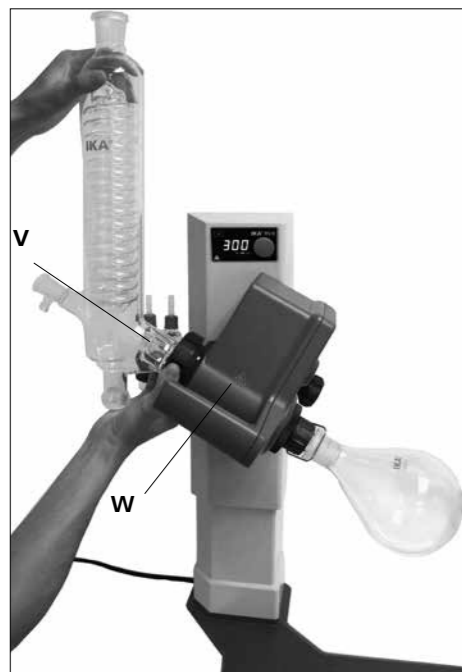

Fig.17
- Positionieren Sie den Kühler am Rotationsantrieb (**W**) und ziehen Sie die Überwurfmutter handfest an. (Fig.17)